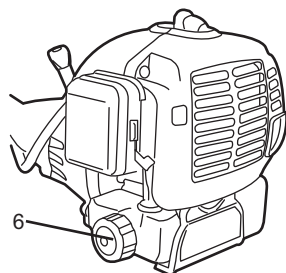

Fig.5b
- > Dévissez le bouchon du réservoir de carburant (6), puis ôtez-le. (fig. 5b).
- > Essayez les éventuelles coulures de carburant avec un chiffon et remettez en place le bouchon du réservoir (6). Vissez bien le bouchon (fig. 5b).